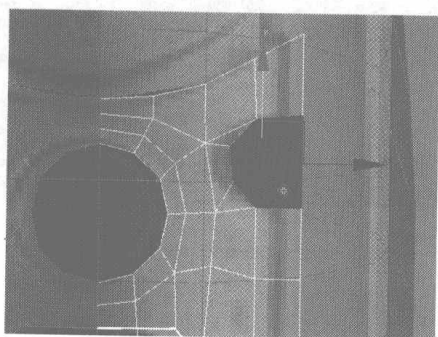
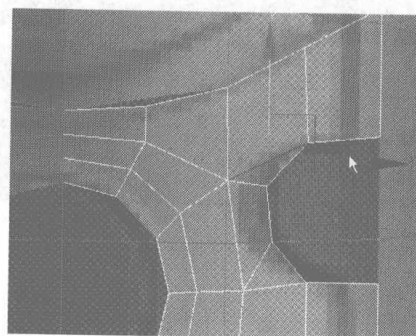

图 3.94
图 3.95
- 11** 删除如图 3.94 所示选择的面，再选择如图 3.95 所示的边线，单击右键，在弹出的快捷菜单中选择 Remove 命令，将其删除。